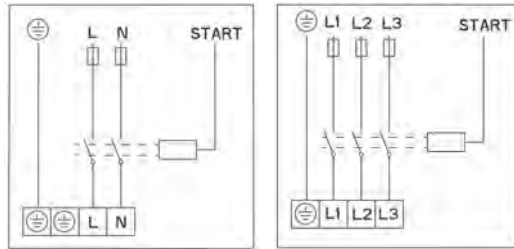

Abb. 3
- Die Pumpe wird in die Rohrleitung so eingebaut, dass die Pumpenachse 1-1 horizontal ist (Abb. 3).
Die Anschließung der Pumpen muss nach dem Schaltplan (Abb. 3), der an der Unterseite des Motordeckels abgebildet ist, erfolgen. Zuerst muss der obere Deckel abgeschraubt werden (Abb.1 – Pos. 2).